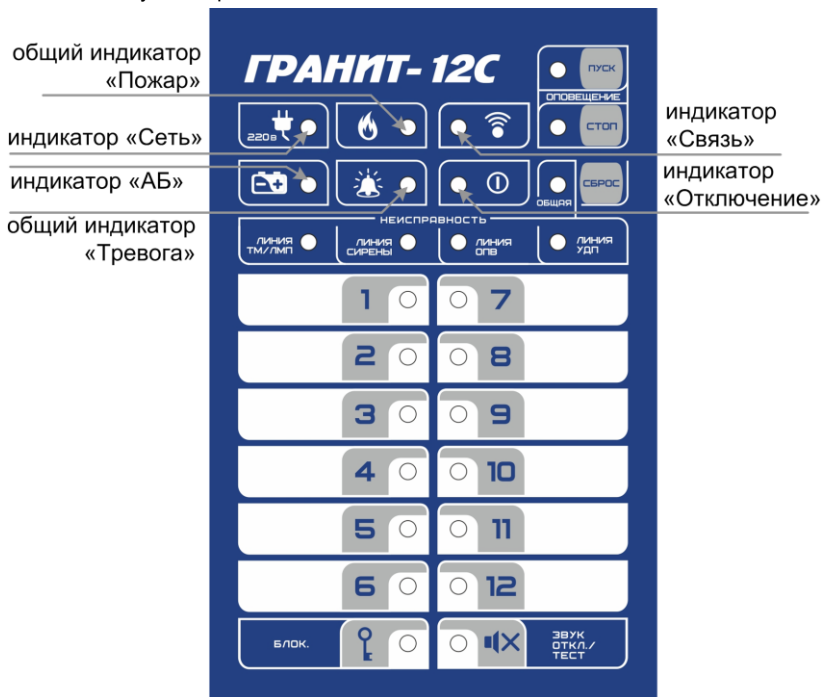

Рис.2 Панель индикации и управления прибора Гранит-12С
Прибор состоит из корпуса и съёмной крышки. В корпусе расположены плата контроллера с WiFi-коммуникатором, плата источника питания (рис.1), GE-коммуникатор с антенной GSM (п.5.5). На плате контроллера установлена панель индикации и управления (рис.2). WiFi-коммуникатор расположен на обратной стороне платы контроллера и на рис.1 не изображён.
3.2 На панель индикации и управления прибора (см. рис.2) выведены: